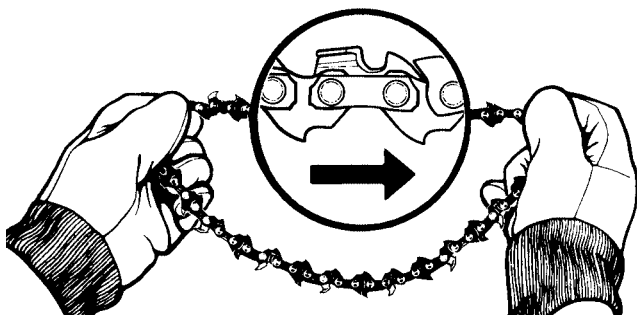

Fig. 9
4. Passez la chaîne par dessus le pignon avec les lames de la chaîne tournées dans la direction de la rotation (Fig. 9).